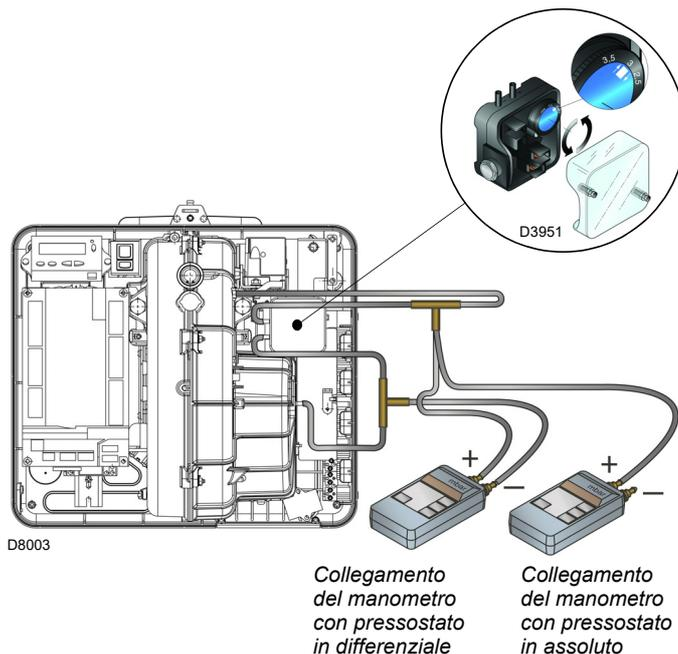

Fig. 32
- Regolare il pressostato aria (Fig. 32 a pag. 32) ad inizio scala.
Eseguire la regolazione del pressostato aria (Fig. 32) dopo aver effettuato tutte le altre regolazioni del bruciatore con il pressostato aria regolato a inizio scala.
Il collegamento del manometro è riportato in Fig. 32. La configurazione standard è quella del pressostato aria collegato in assoluto. Si noti la presenza di un collegamento a "T" non fornito.
In questo caso anche il manometro deve essere collegato in differenziale, come indicato in Fig. 32.